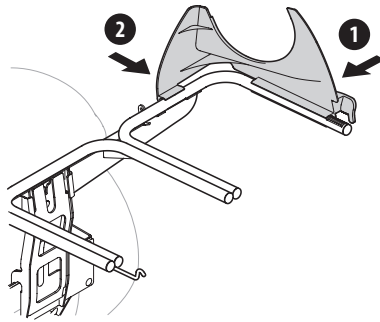

Figure 7
1. Enclenchez la goulotte de descente supérieure (731-06497) en insérant d'abord la partie latérale sur la barre de soutien de l'ensacheuse (1). Consultez la Figure 7.
2. Enclenchez la partie avant de la goulotte de descente sur la barre (2), comme illustré à la Figure 7.